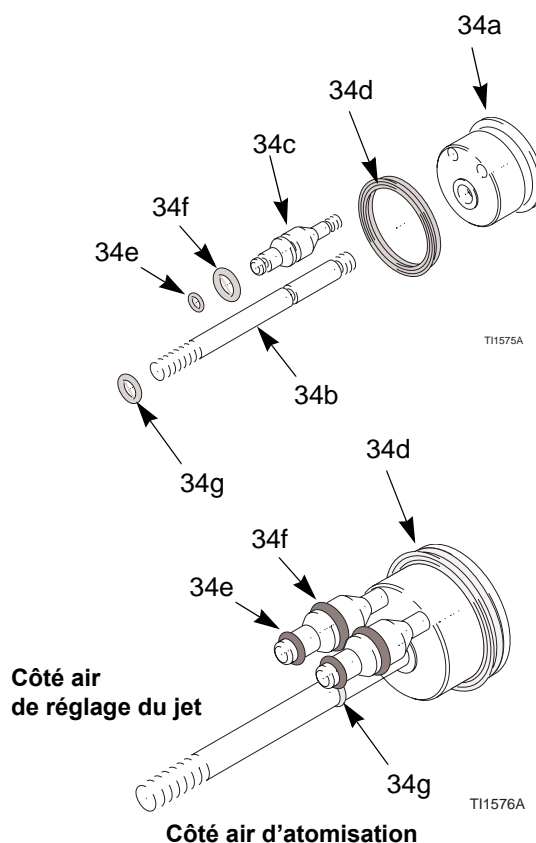

**Fig. 25. Tige de commande**
2. Démontez le chapeau d'air, page 34. Démontez le capotage (2).
3. Retirez l'écrou de blocage (28), la tige de commande (29) et l'écrou de réglage (30). Voir Fig. 25.
**REMARQUE:** La buse produit (4) doit être en place lors du démontage ou du montage de l'écrou de blocage et de la tige de commande.
1. Monter l'écrou de réglage (30), la tige de commande (29) et l'écrou de blocage (28) sur la tige de piston (34b). À noter que l'écrou de blocage (28) est légèrement plus grand et plus mince que l'écrou de réglage (30). Voir Fig. 25, page 38.